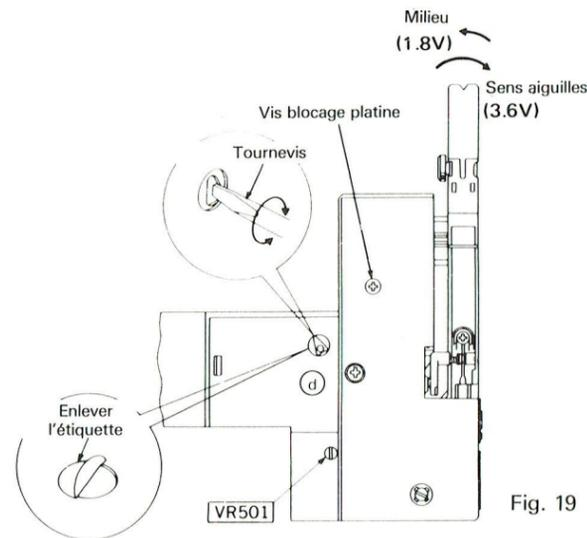

Fig. 19
2.4 Réglage de la tension d'amplification servo et de la tension de compensation (Fig. 19)